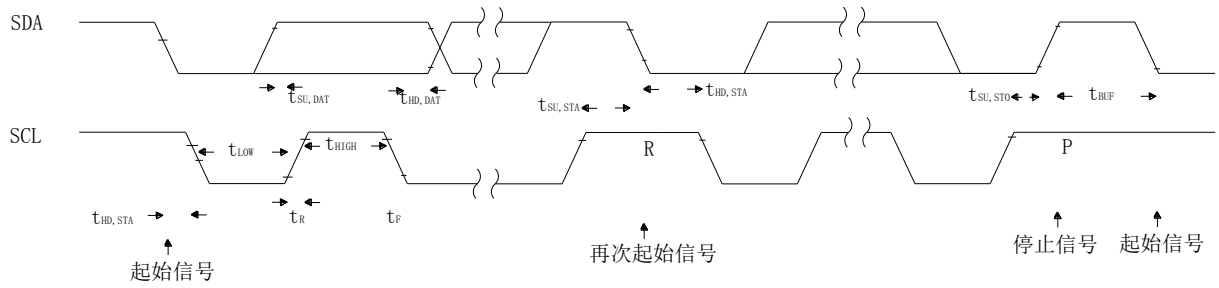

图 3
(1) TM1931 使用符合I2C协议的串行总线，有两根控制线SDA和SCL。TM1931 的从机地址是“1010 1000”。它只支持写操作。
(2) SCL线是单向的，SDA线双向（开漏输出）的带上拉电阻的（通常为 4.7kΩ）。I2C标准规定的最大时钟频率是 400kHz。这里说的是主机是MCU，从机是TM1931。
(3) I2C的时序图如图 3 所示。SDA锁存在SCL的稳定高电平时。当没有接口活动时，SDA线应保持高电平。
(4) 起始信号是在SCL线为高时，通过拉低SDA线来产生。起始信号将提醒连接到I2C总线的所有设备根据自己的芯片地址检查传入地址。
(5) 接下来发送 8 位芯片地址，先发最高位。SCL线为高电平时，每个地址位必须稳定。
(6) 在最后一位芯片地址位发送完成后，主机检测来自TM1931 的应答。然后主机发送一个SCL脉冲。如果TM1931 已正确收到地址，然后它在SCL脉冲期间保持SDA线为低电平。如果SDA线不是低电平，则主机应发送“STOP”信号（稍后讨论）并中止转移。
(7) 在确认TM1931 应答后，发送寄存器地址字节，先发最高位。TM1931 必须产生另一个应答，表明已收到寄存器地址。
(8) 然后接下来发送 8 位数据字节，先发最高位。当SCL电平稳定为高电平时，每个数据位应有效。发送数据字节后，TM1931 必须产生另一个应答表示已收到数据。